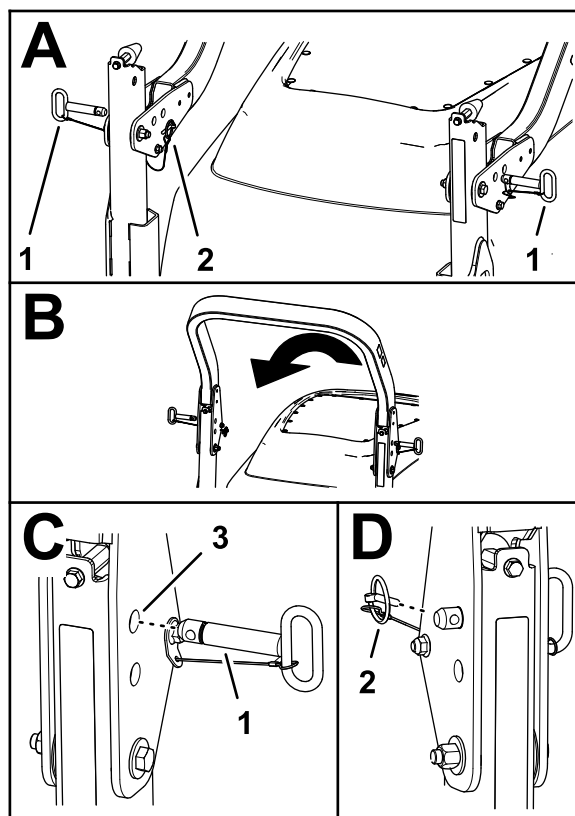

Рисунок 63
2. Извлеките шплинты с кольцами, которые крепят штифты защитной дуги на обеих ее сторонах (Рисунок 63).